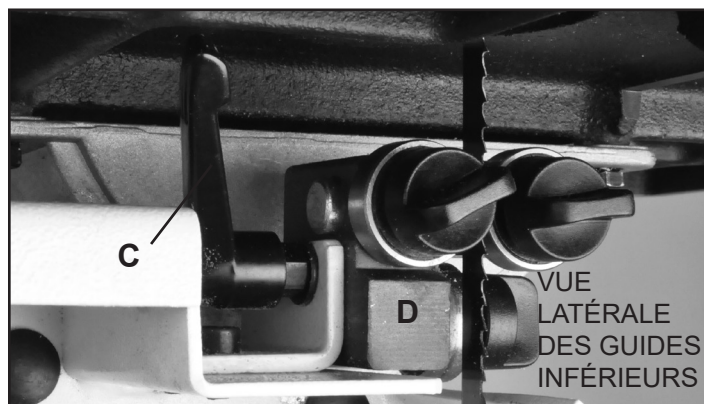

FIGURE 26
2. Les guides devraient être approximativement à 1,6 mm (1/16 po.) derrière la gorge des dents de la lame de scie. S'ils ont besoin d'être déplacés, desserrer la poignée arrière du levier à ressort (#43, FIG. 26, C), située à la gauche du bloc de guidage inférieur (#47, D), et déplacez ce bloc qui retient les guides, de sorte que les guides soient correctement placés en arrière de la gorge des dents de la lame. Resserrez la poignée du levier une fois fait.